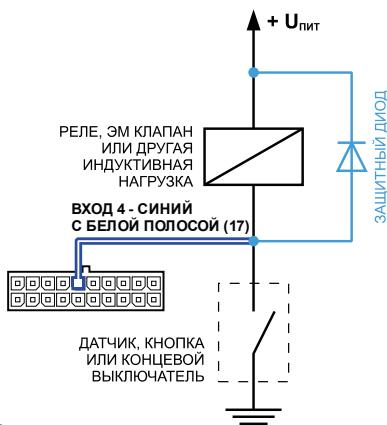

Рисунок 1.
**1. Защитный диод** (рис.1) – устанавливается параллельно индуктивной нагрузке. При этом ток защитного диода ( $I_{диода,прямой}$ ) должен быть не менее  $1.5 \cdot I_{удержания\ катушки}$ . Если ток удержания катушки неизвестен или есть сомнения, следует использовать схему включения с защитным реле.